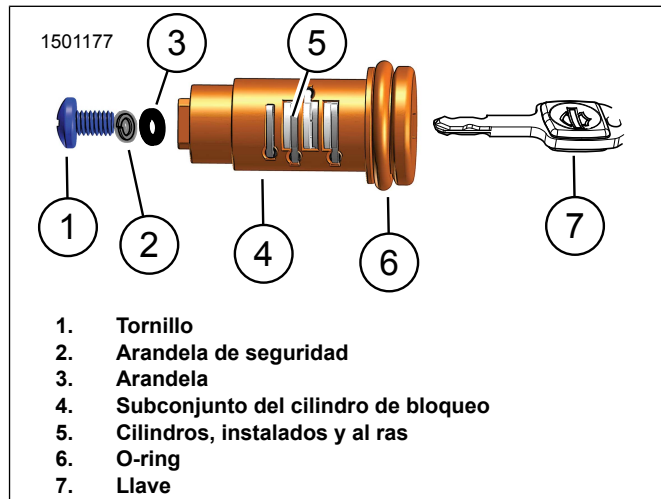

Figura 5. Cerradura armada
9. Figura 5 Mientras sostiene los cilindros en su lugar, instale la llave en el subconjunto del cilindro armado.